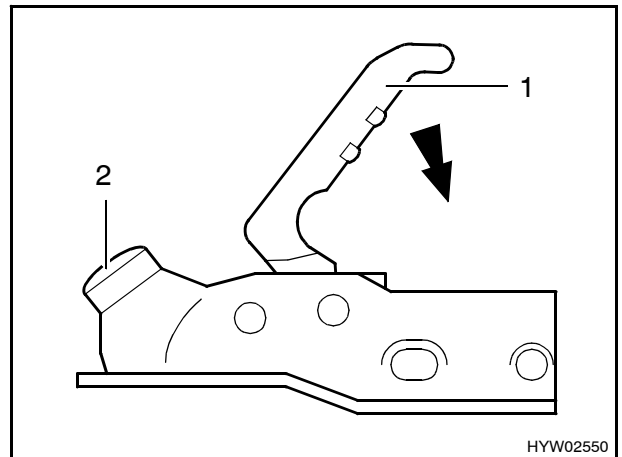

Bild 1 Anhängerkupplung AK 300/160
- Die geöffnete Anhängerkupplung (Bild 1) auf die Anhängerkugel des Zugfahrzeugs aufsetzen. Die Anhängerkupplung rastet selbstständig und hörbar ein.
- Zusätzlich den Kupplungsgriff (Bild 1,1) mit der Hand (nicht mit dem Fuß) nach unten drücken. Das Schließen und Sichern erfolgt automatisch.
- Sichtkontrolle durchführen: Der grüne Punkt der Sicherheitsanzeige (Bild 1,2) muss sichtbar sein.